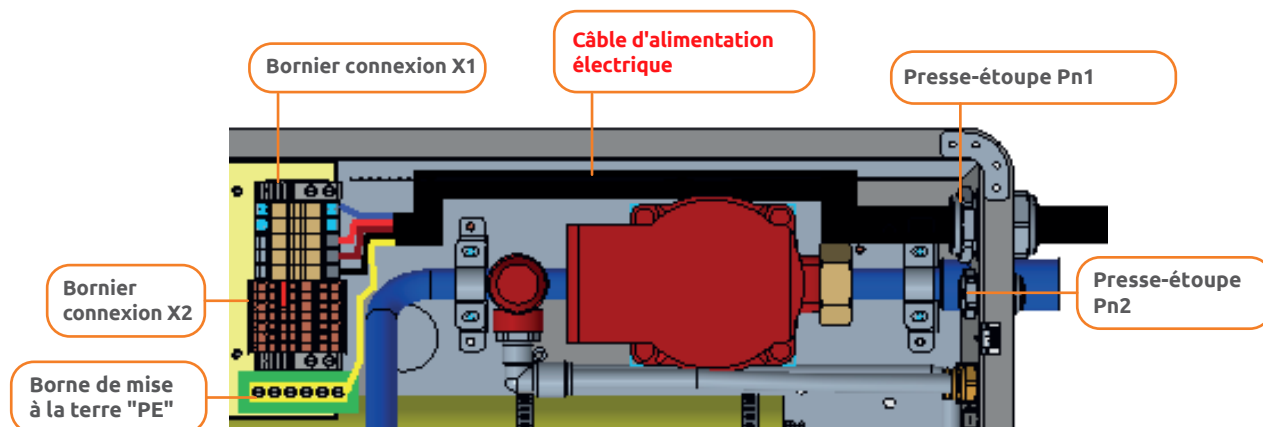

Figure 10 – Connection du câble d'alimentation électrique dans la chaudière (attention : chaudière en vue horizontale)
5.3.4 L'insertion des câbles dans la chaudière électrique est effectuée dans les endroits d'installation des raccords d'étanchéité dans la partie inférieure du corps de la chaudière (voir les Figures 2, 10), le câble d'alimentation électrique doit être passé à travers le raccord d'étanchéité Pn1, et les autres fils Pn2. Le câble d'alimentation électrique doit être disposé conformément à la Figure 10.